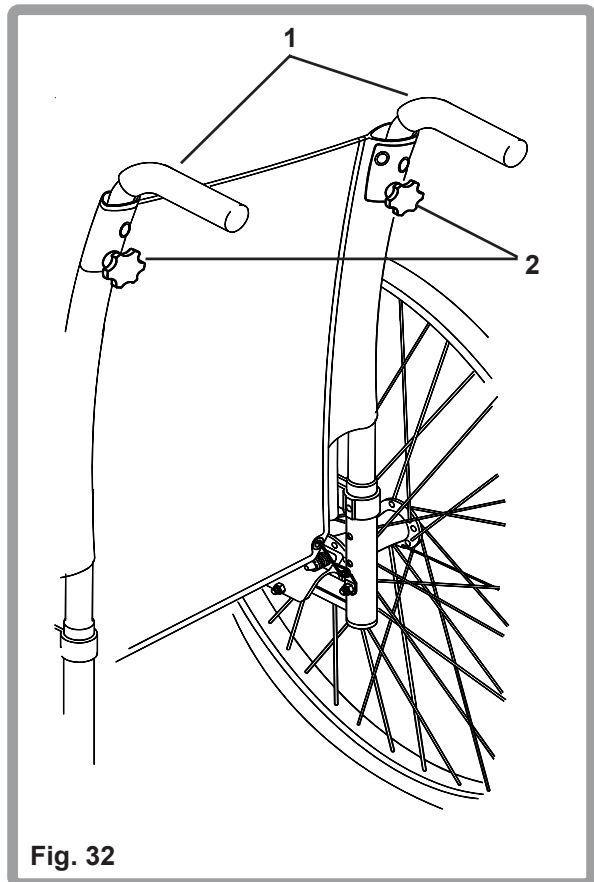

Fig. 32
Een standaard kenmerk van deze rolstoelen zijn de in hoogte verstelbare duwhandvatten (1). Voor het afstellen van de duwhandvatten draait u de afstelknoppen (2) los. Plaats de duwhandvatten in de gewenste positie en draai de knoppen weer vast (Fig. 32).